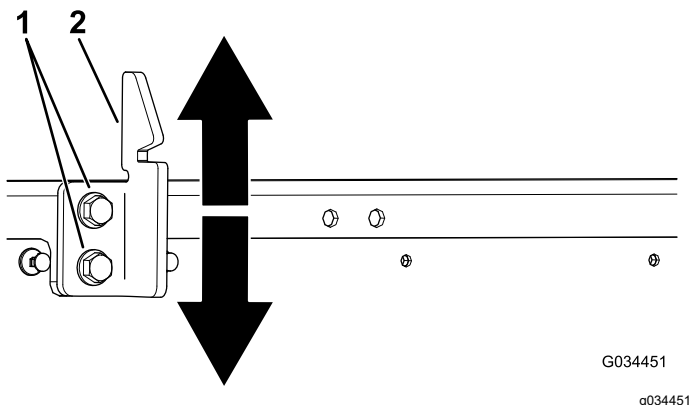

Figure 66
3. Desserrez les 2 boulons sur la gâche du loquet et montez ou descendez la gâche selon qu'elle est trop haute ou trop basse (Figure 66).
4. Serrez les 2 boulons sur la gâche du loquet du plateau (Figure 66).